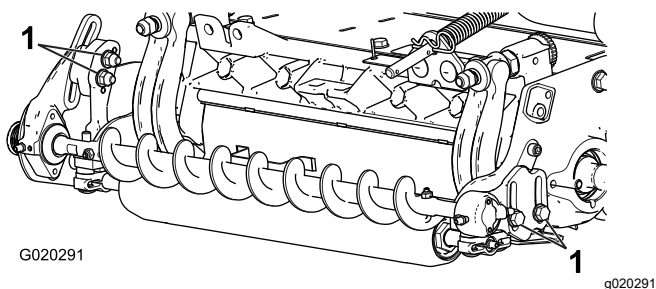

Figura 10
1. Desaperte os dois parafusos que fixam a caixa de rolamentos da escova do rolo ao suporte de montagem do mesmo (Figura 10).